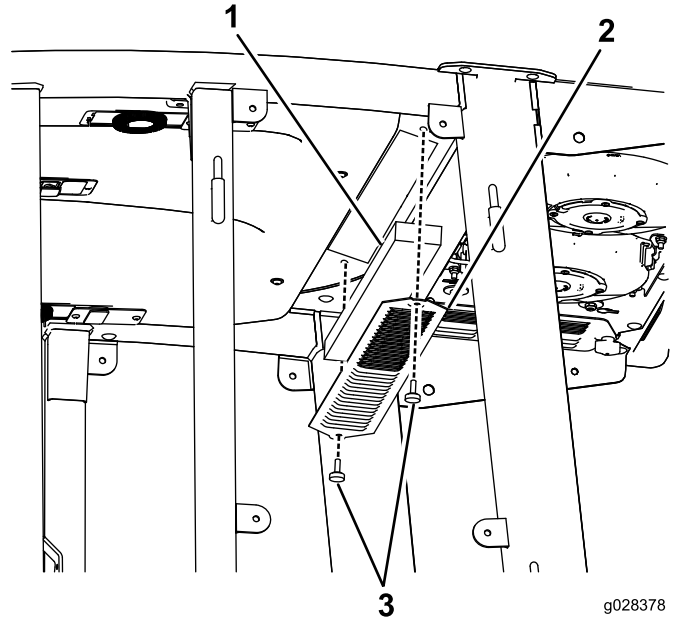
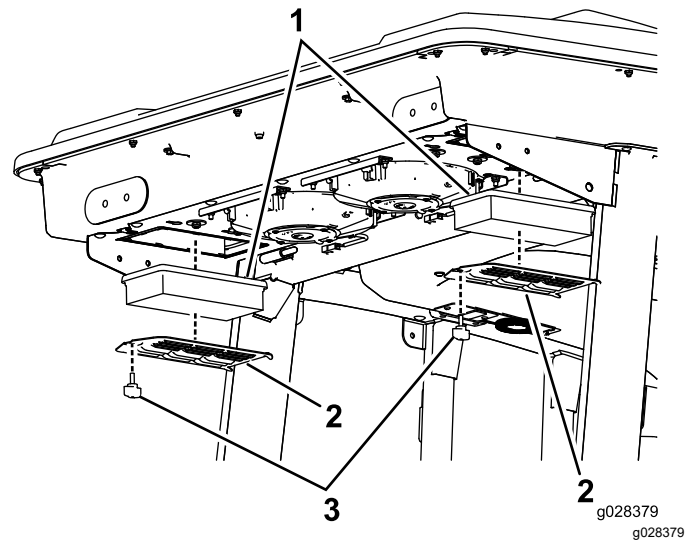

図 92
図 93
1. 室内用と後部用のエアフィルタからねじを外して格子を外す **図 92**と**図 93**。